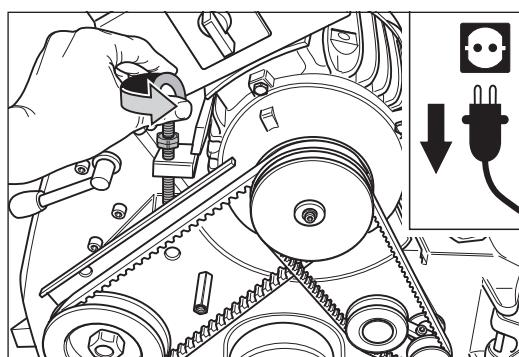

Abb. 59 Entspannen der Keilriemen durch lösen der Spannschraube. **Abbildung ähnlich.**
- 3 Nehmen Sie den Riemenschutz ab und entspannen Sie die Keilriemen durch lösen der Spannschraube am Motor (Abb. 59).